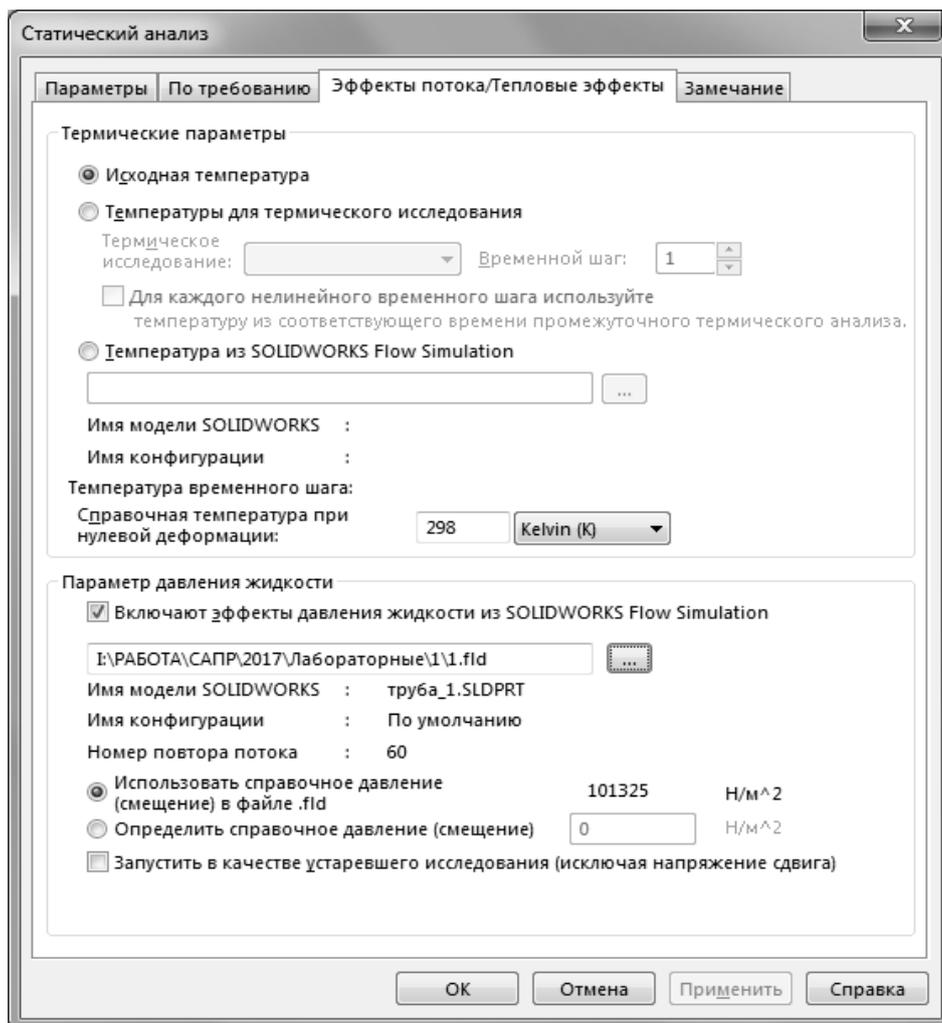

Рисунок 9.1 – Импорт результатов из FlowSimulation
- для добавления нагрузок в свойствах «Статического исследования» (рисунок 9.1) на вкладке «Эффекты потока/Тепловые эффекты» в разделе «Параметр давления жидкости» включить опцию «Включает эффекты давления из FlowSimulation» и указать путь к файлу *.fld с результатами расчетов в FlowSimulation.